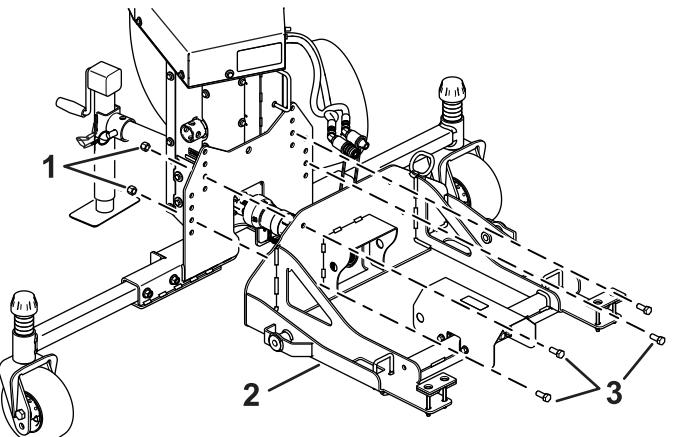

図 11
2. プロアのフレームに取り付けプレートアセンブリを取り付けるボルト $\frac{1}{2} \times 1\frac{1}{4}$ "4本、ロックナット $\frac{1}{2}$ "4個を使用する。取り付けプレートアセンブリにプロアの駆動シャフトを接続するシャフトにクイックカップラを取り付ける図 11。